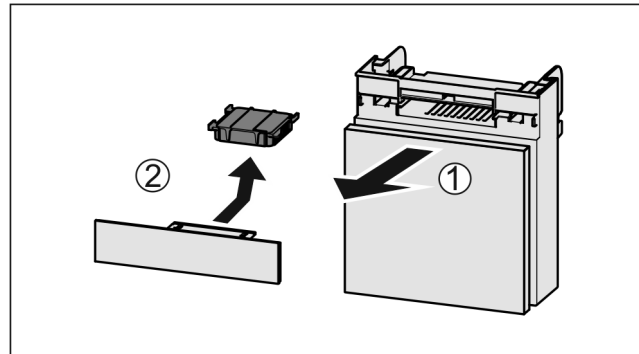

Fig. 80
- Fach nach vorne herausziehen Fig. 80 (1).
- Aktivkohlefilter entnehmen Fig. 80 (2).